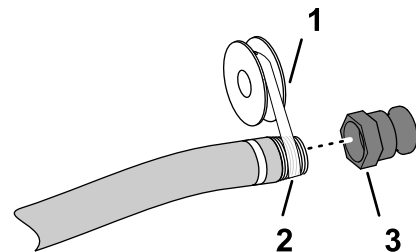

Figura 5
5. Applicare del frenafili in PTFE (Figura 5) sulla filettatura del raccordo del flessibile di riempimento (NPT da 1 pollice).
6. Avvitare il disaccoppiamento rapido sul tubo di riempimento e serrarlo a mano (Figura 5).